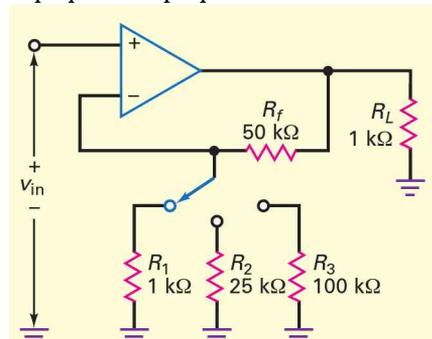

Figure 17.22
17.24 D'après la figure 17.22, quel est le gain en tension de l'ampli pour chaque position du commutateur ?
- 17.25 D'après la figure 17.22, quelle est la tension de sortie pour chaque position du commutateur si la tension d'entrée est égale à 10 mV ?
- 17.26 D'après la figure 17.22, on utilise un 741C avec $A_{VOL} = 100\ 000$, $R_{in} = 2\ M\Omega$ et $R_{out} = 75\ \Omega$. Que vaut l'impédance d'entrée boucle fermée pour chaque position du commutateur ?
- 17.27 D'après la figure 17.22, on utilise un 741C avec $A_{VOL} = 100\ 000$, $I_{in(pol)} = 80\ nA$, $I_{in(off)} = 20\ nA$, $V_{in(off)} = 1\ mV$ et $R_f = 100\ k\Omega$. Que vaut l'impédance d'entrée boucle fermée pour chaque position du commutateur ?